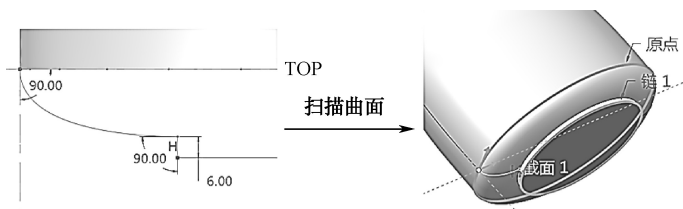

图 7-70 瓶底曲面“扫描 2”
(3) 单击【扫描】→【曲面扫描】→【可变截面扫描】，按住 Ctrl，选择合并 1 底面轮廓线和填充 1 轮廓线，分别作为原点轨迹和链 1 轨迹。单击 草绘截面按钮进入草绘环境，使用样条工具绘制如图 7-70 截面，单击确定，完成瓶底曲面“扫描 2”。